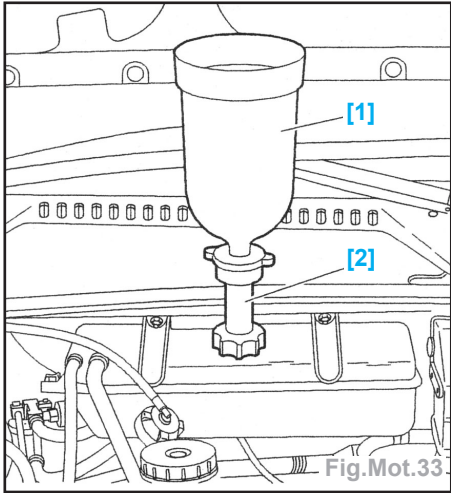

Fig.Mot.33
- Monter le cylindre de charge [1], avec l'adaptateur [2] sur l'orifice de remplissage (Fig.Mot.33).